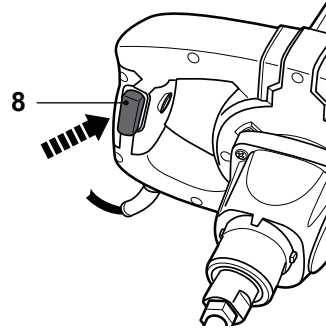

Fig. 11
>Ligue o produto pressionando o interruptor ligar/desligar (8) (Fig. 11).